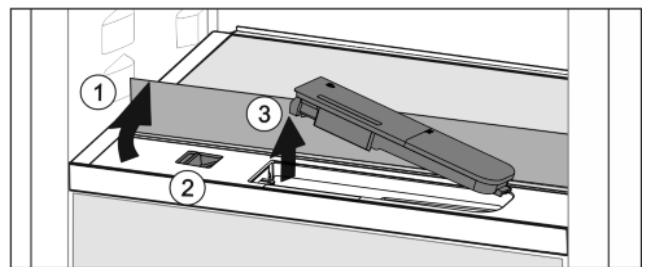

Fig. 36
- ▶ Поднять стеклянную панель и откинуть до упора назад Fig. 36 (1).
- ▶ Сдвиньте ползунок Fig. 36 (2) влево.
- ▶ Вынуть бак для воды Fig. 36 (3).